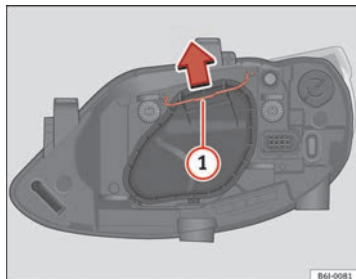

Abb. 147 Abblend- / Fernlicht bei Einfachscheinwerfer
- Verschieben Sie die Strebe ⇒ Abb. 147 ① in Pfeilrichtung und nehmen Sie den Deckel ab.